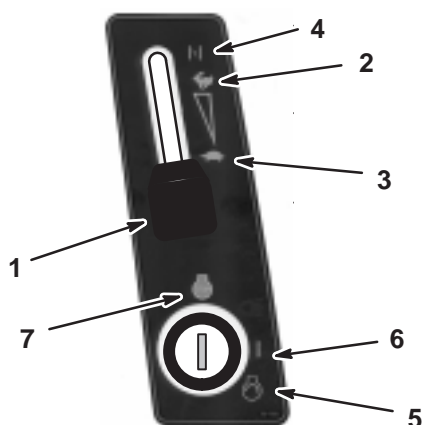

Bild 11
6. Stellen Sie den Gasbedienungshebel auf Langsam (Bild 11).
7. Drehen Sie den Zündschlüssel im Uhrzeigersinn und halten ihn auf Start (Bild 11). Lassen Sie den Schlüssel sofort los, wenn der Motor anspringt.
8. Schieben Sie den Gasbedienungshebel, sobald der Motor angesprungen ist, langsam auf Schnell (Bild 11).
1. Stellen Sie den Gasbedienungshebel auf Langsam (Bild 11).
2. Drehen Sie den Zündschlüssel auf „Aus“ (Bild 11).